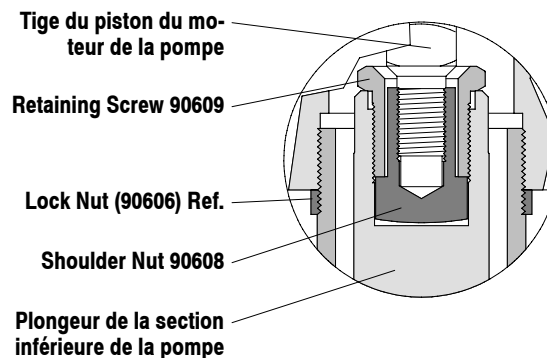

Figure 2
1. Desserrer le contre-écrou (90606) et dévisser toute la pompe du moteur pneumatique. Cela aura pour effet d'exposer la vis de fixation (90609) (voir la figure 2).